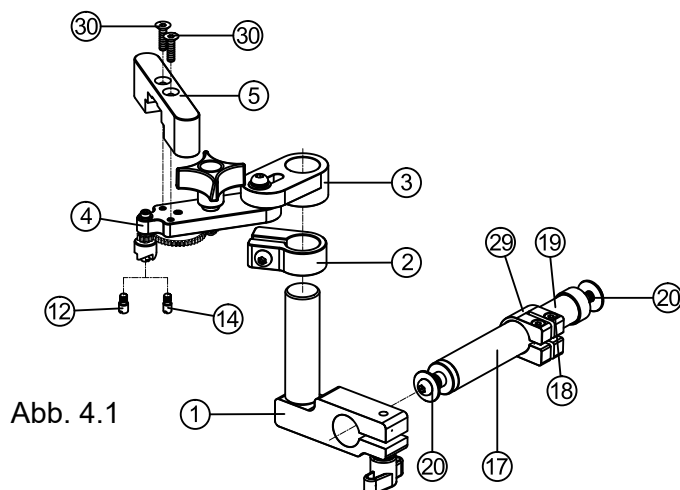
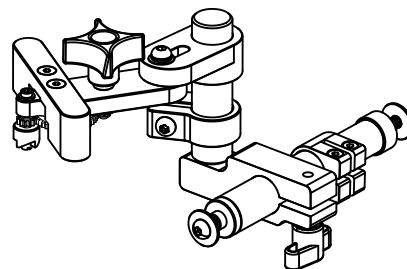

Abb. 4.1
Abb. 4.2
1. Verwenden Sie die Senkkopfschrauben ③⑩, um die Verriegelungsplatte ⑤ am Hauptkörper ④ zu befestigen.
2. Wenden Sie einen Schlitzschraubendreher (SL4), um die Führungsschraube (PM Ø4.9 ⑫ oder FM Ø4.1 ⑭) auf dem Hauptkörper ④ zu positionieren.
3. Wie in Abbildung 4.1 dargestellt, sind die zugehörigen Teile nacheinander zu der in Abbildung 4.2 gezeigten Baugruppe zusammenzubauen.